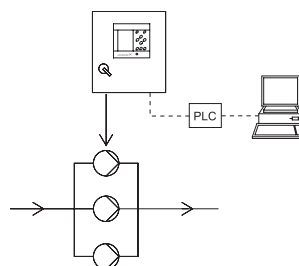

Рис. 28 Разомкнутый контур (внешний контроллер)
- Разомкнутый контур (внешний контроллер), см. рис. 28.